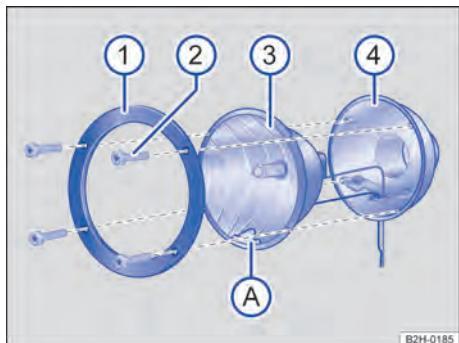
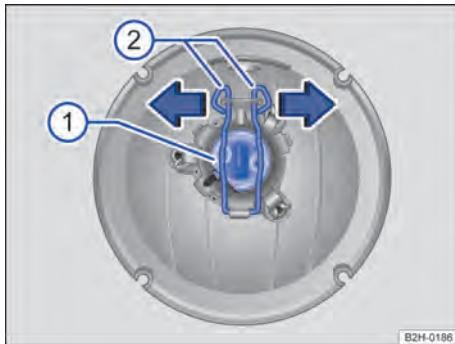

Fig. 203 Iluminação adicional no teto do veículo:
Fig. 204 Iluminação adicional no teto do veículo:
2. Soltar os parafusos → Fig. 203 ② com a chave das ferramentas de bordo.
3. Retirar o anel de suporte ① da carcaça do refletor ③.
4. Retirar a carcaça do refletor ③ com cuidado da carcaça do farol ④.
6. Pressionar as travas → Fig. 204 ② para baixo e desprender no sentido da seta.
7. Retirar o suporte da lâmpada ① da carcaça do refletor.
10. Pressionar as travas ② para baixo e prender no sentido contrário da seta.
12. Colocar a carcaça do refletor → Fig. 203 ③ na carcaça do farol ④. A marca ⑤ deve apontar para baixo → ①.
13. Colocar o anel de suporte ① na carcaça do refletor.
14. Apertar os parafusos ② com a chave.